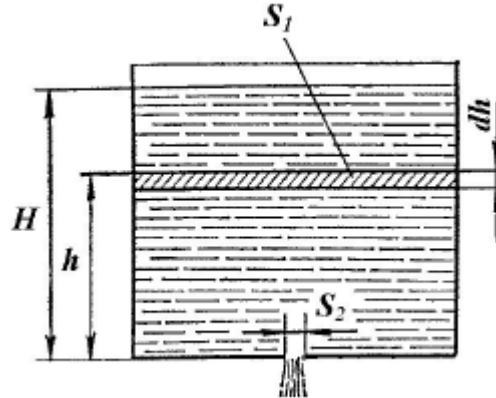

Рисунок 2.12 – Витікання рідини з посудини зі змінним рівнем
*Витікання рідини з посудини за змінним рівнем.* Розглянемо витікання рідини з відкритої посудини, яка має площу поперечного перерізу  $S_1$  і отвір у дні площею  $S_2$  (рис. 2.12). Витікання рідини з отвору під час змінного рівня є неусталеним (нестационарним) рухом потоку, для якого напір, а отже, і швидкість є функцією тільки часу.